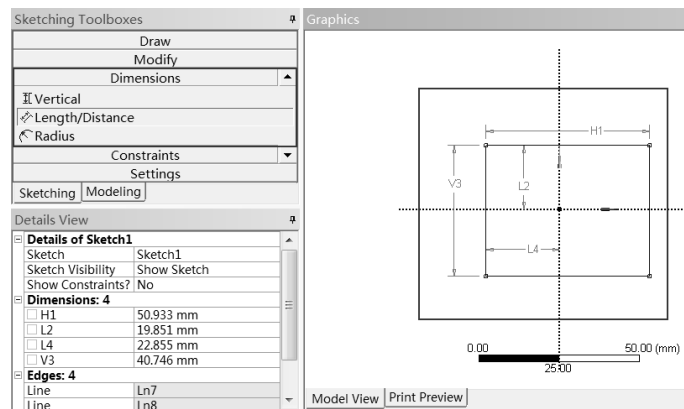

图 10-7 标注
Step5: 选择 Dimensions General 命令, 如图 10-7 所示, 对几何尺寸进行标注。